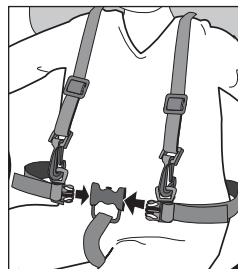
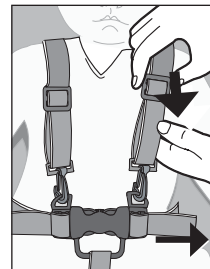

Figure 4.6
Figure 4.7
- 1 Placez votre enfant dans la poussette, avec la courroie d'entrejambes entre les jambes de l'enfant. Attachez les deux boucles. **Figure 4.6** Serrez étroitement la sangle de la taille et les bretelles autour de votre enfant. **Figure 4.7**